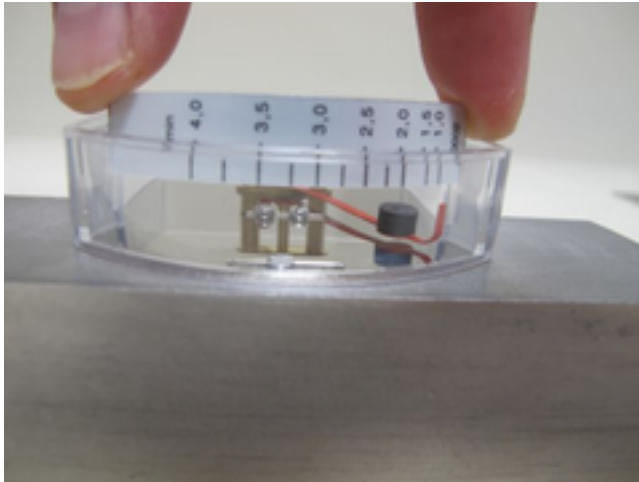

Abb. 68: Skalenträger einführen
- 15.** Skalenträger (mit aufgeklebter Skala) in die Führung des Kunststoffgehäuses schieben (Abb. 68). Dabei Durchflussrichtung beachten (niedrigster Skalenwert zeigt zur Eingangsseite des Gerätes)